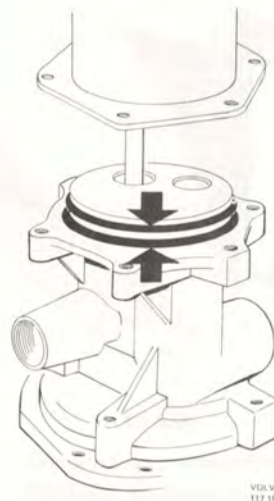

Bild 70
6. Smörj nya O-ringar med kylkompressorolja och montera dessa på huset (bild 70).